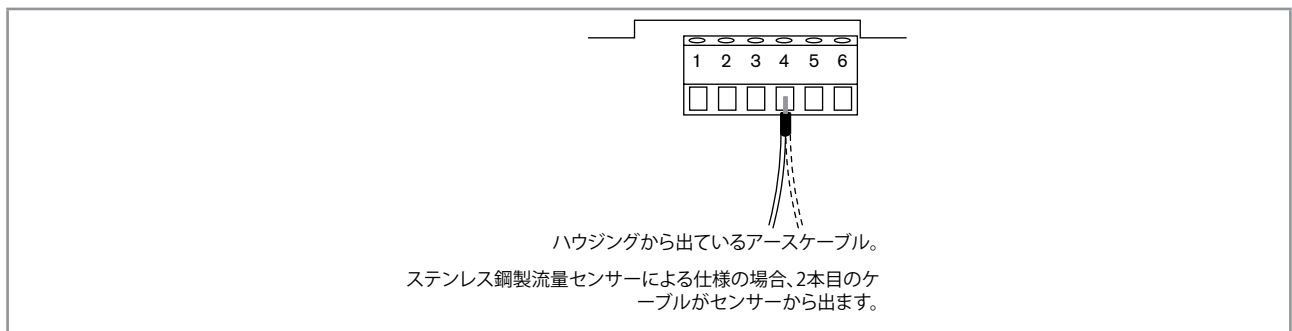

図 15: 端子台1:ハウジングから出ているアースケーブルの接続 (工場側で配線済み)
- ハウジングから出ているアースケーブル、また、ステンレス鋼センサー付きの仕様の場合はセンサーから出ているケーブルが、第7.3.3章の図 15のように接続されているかを確認してください。